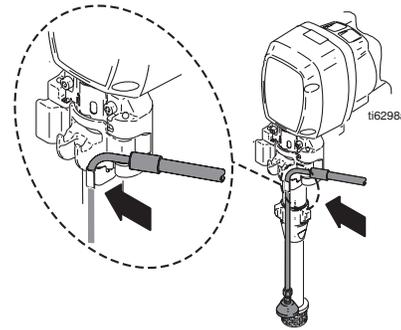

FIG. 28
7. FIG. 28. Collegare il flessibile di drenaggio allo spruzzatore.